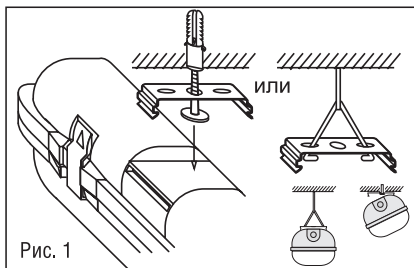

Рис. 1
- Для установки светильника накладным способом монтажа : наметить и просверлить отверстия для установочных кронштейнов на поверхности стены или потолка по месту установки (Рис. 1). Расстояние между центрами отверстий указано в таблице.